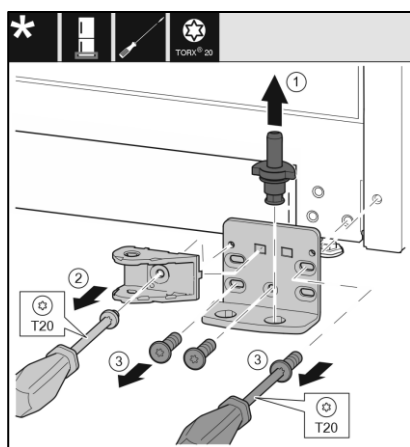

図26
<図26>
- ▶ T20のトルクスドライバーで真ん中のねじ②を先に軽く締め、続いてねじ③・④を仮留めします。
- ▶ ねじ②～④を本締めして金具を固定します。
- ▶ 図26で取り外した②のダンパー接続部品を移設します。
- ▶ ベ어링ピン⑤を上から差し込みます。このとき、ツメが後ろに向いていることを確認してください。